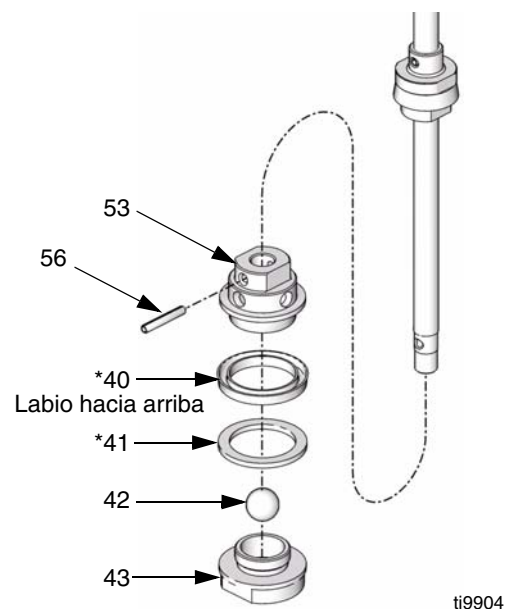

FIG. 20
8. Retire el pasador de muelle (56). Retire el conjunto de la válvula del pistón. Desenrosque la válvula del pistón (43) del alojamiento del pistón (53). Retire el anillo de desgaste (41*), la cazoleta en U (40*) y la bola (42). Inspeccione todas las piezas en busca de daños. Vea FIG. 20.